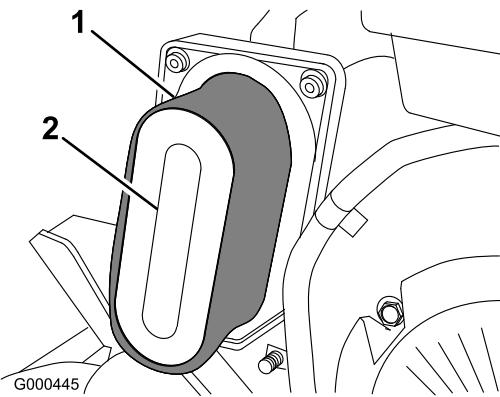

図 28
3. スポンジ(図 28)を点検し、汚れていればペーパー・エレメントから外す。スポンジをきれいに洗う。